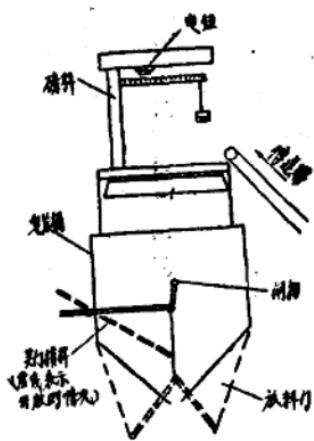

图3 自动磅称
(1) 自动磅称 (如图3) 其主要部分系利用普通磅裝上一电鉗，当传送带送入皂片桶的皂片到达100公斤时，磅称上的銅杆向上翘起而触及电鉗，使馬达停止轉動；皂基不再繼續加入，这时把皂片桶閘扣拉动，放皂閘門即行开启，皂片落入攪拌車內。